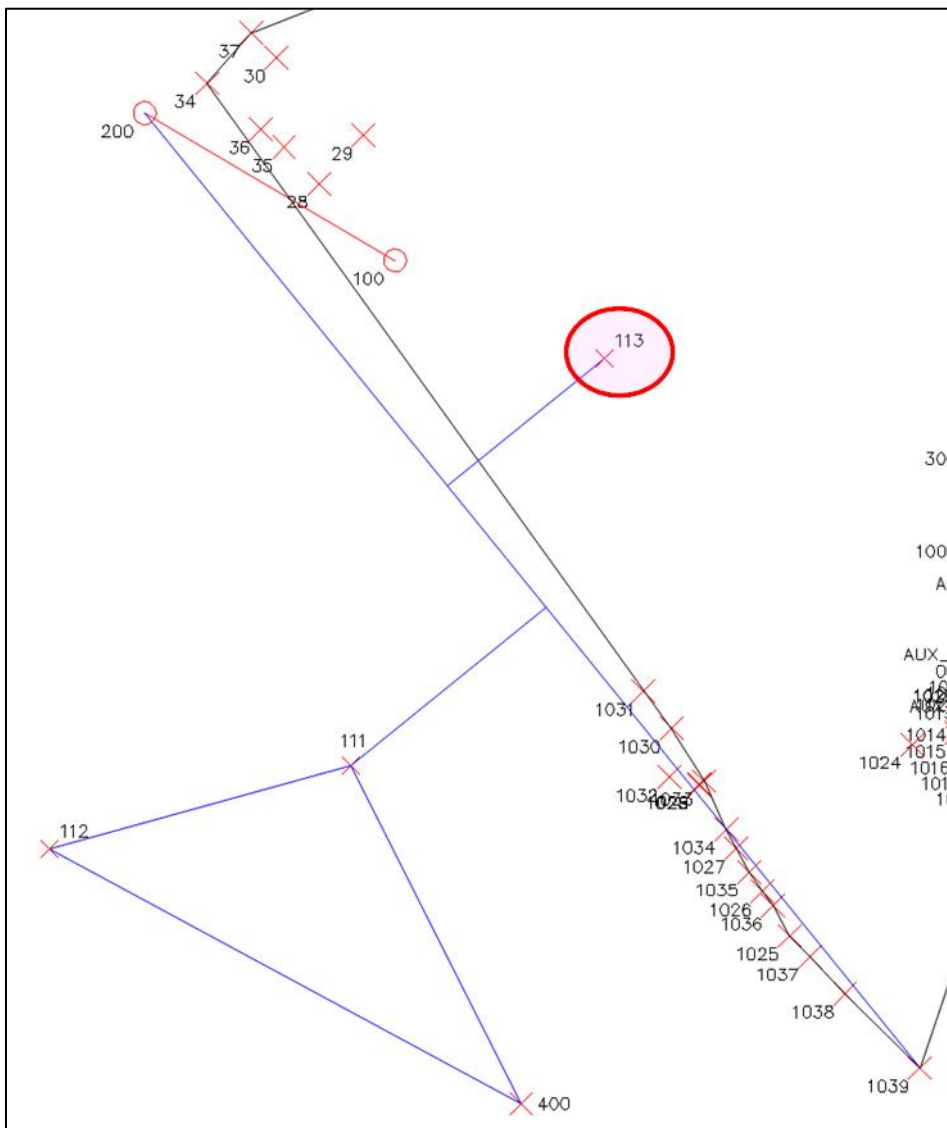

Figura 238 - Il nuovo punto 113 aggiunto all'allineamento 200-1039.
Ma andiamo per gradi. Riprendiamo l’allineamento 200-1039 creato nell’esempio sopra illustrato e andiamo ad aggiungere il ulteriore punto 113 indicato in Figura 238. Per farlo basta riattivare nuovamente il comando *Allineamenti e squadri* e operare come già visto sopra.
3. Cancelazione di un punto TS o GPS origine o orientamento di un allineamento. Esempio, ripristiniamo, premendo in sequenza da tastiera *Ctrl+Z* (comando annulla), la situazione iniziale con tutti i punti di Figura 238 e cancelliamo il punto 1039. Ci appare il